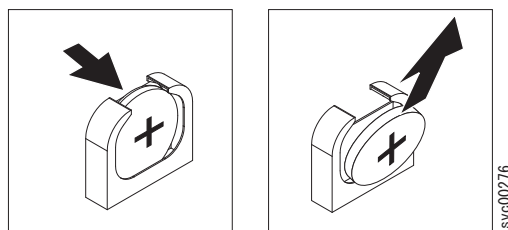

図 132. SAN ポリウム・コントローラー 2145-CG8 または 2145-CF8 CMOS バッテリー・ホルダー
8. 図 132 に示すように、CMOS バッテリーを取り外します。